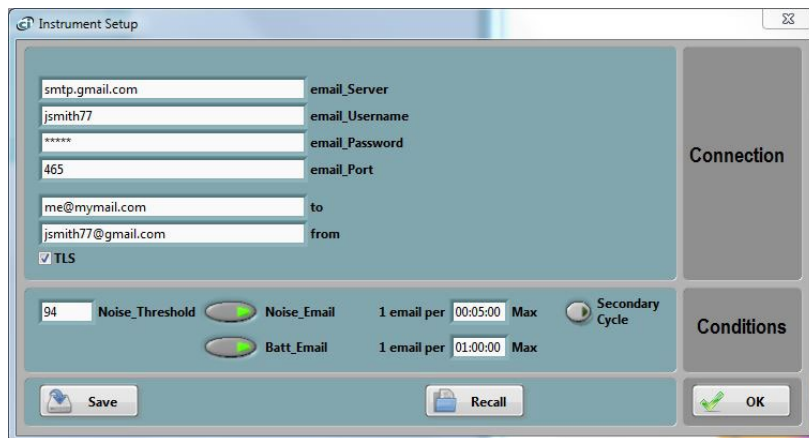

Figure 20 Configuration de l'e-mail
- **to** La ligne destinataire (À ligne d'entrée Figure 20). Si plus d'un destinataire doit recevoir les alertes, chaque e-mail doit être séparé par un point-virgule « ; »
Par défaut, l'application affiche les paramètres d'un compte *Gmail* fictif (voir Figure 20). Ces paramètres doivent bien sûr être modifiés pour refléter les paramètres du compte de messagerie de l'utilisateur et l'adresse e-mail du destinataire. À noter qu'au cours des dernières années *Gmail* s'est efforcé d'interdire les e-mails envoyés par l'automatisation. Ainsi, même si l'exemple montre un compte *Gmail*, *Gmail* n'est pas un choix qui fonctionnera avec le *VSEW_mk4* aujourd'hui.